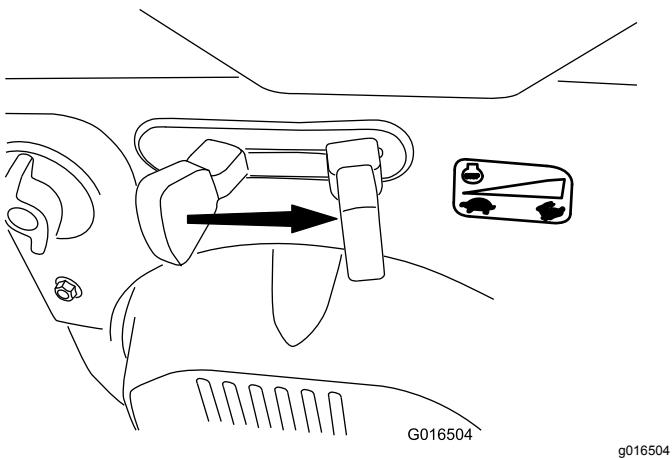

Figura 23
6. Spostate l'acceleratore alla massima, in posizione FAST (veloce) (Figura 23).